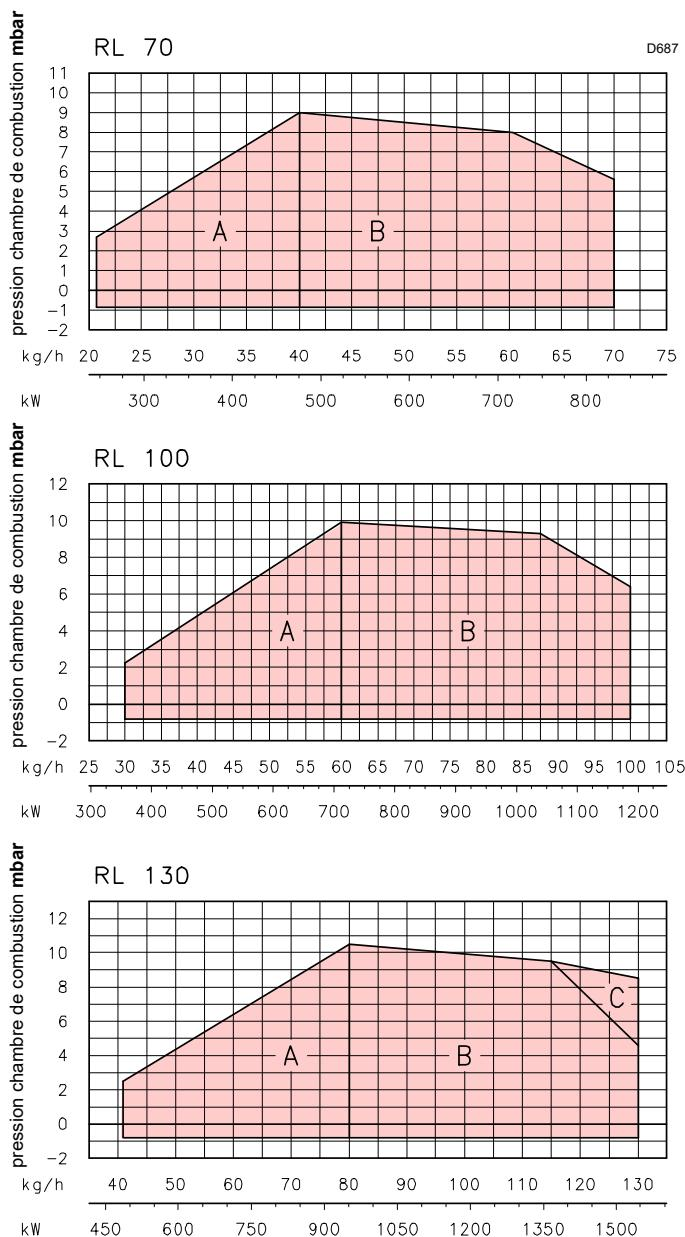

Fig. 3
4.4 Plages de puissance (Fig. 3)